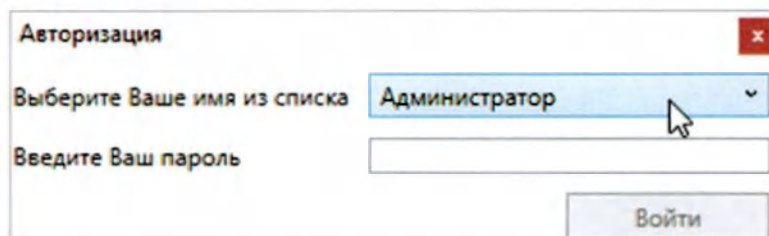
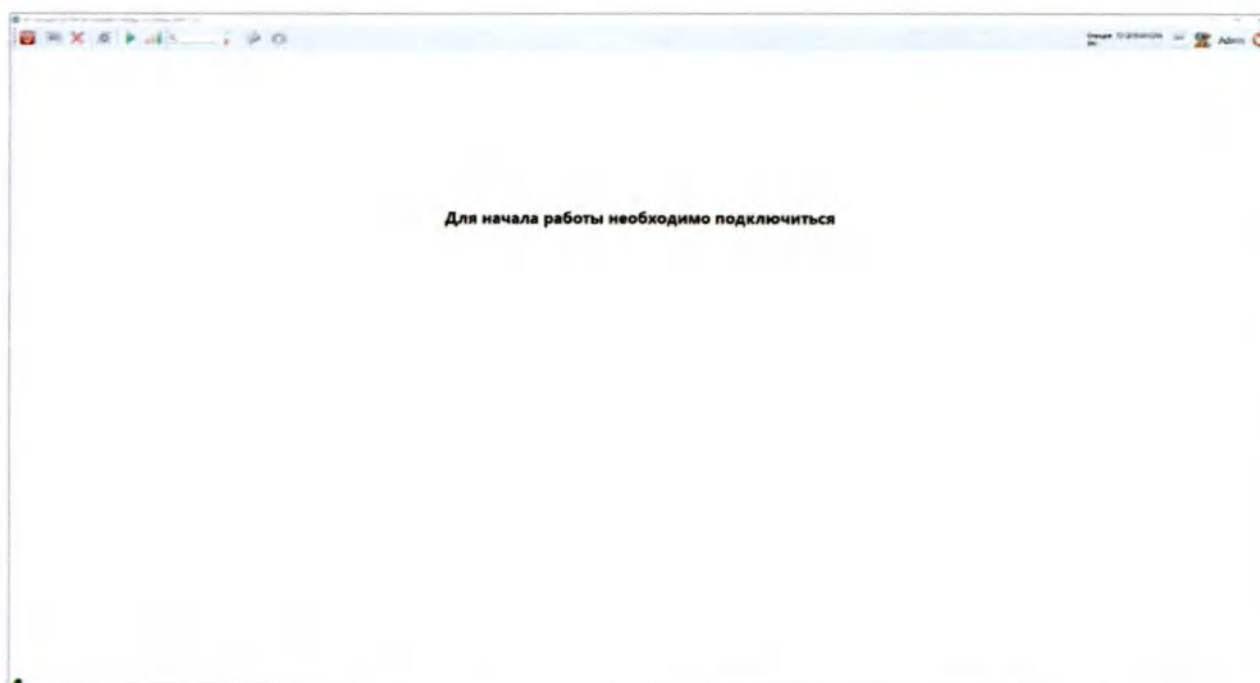

Рис. 21. Диалоговое окно авторизации пользователей.
Рис. 22. Главное окно программы.
6.3.2. В открывшемся окне «Авторизация» (Рис. 21) выберите необходимое имя из списка, введите пароль и нажмите кнопку **Войти**. После успешной авторизации откроется главное окно программы (Рис. 22).